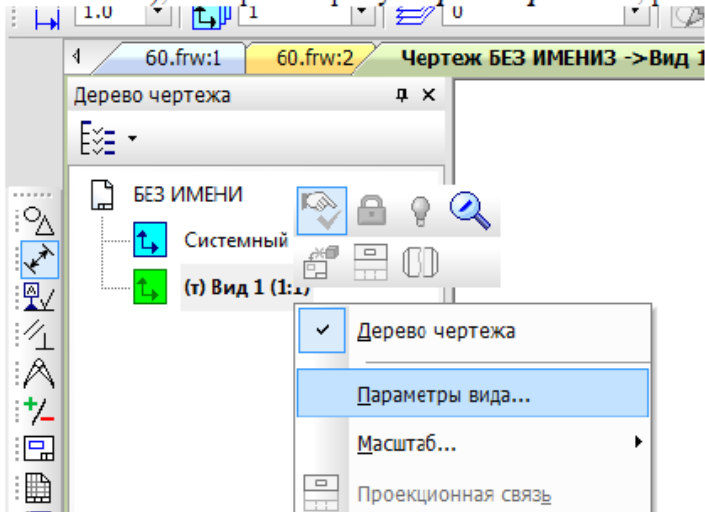

Рисунок 8 – Параметры вида
4. Нажмите *Esc*. В дереве чертежа или в дереве построения (слева вертикально). Наведите курсор мыши на строку **Вид 1 (1:1)** щелкните правой кнопкой мыши на строку (контекстное меню), выберете строку **Параметры вида**, рис.8.